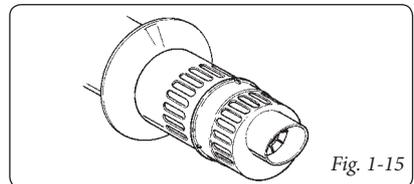

Fig. 1-15
- Griglia esterna (Fig. 1-15). Il terminale di aspirazione/scarico Ø 60/100, se correttamente installato, si presenta all'esterno dell'edificio in modo gradevole. Assicurarsi che il rosone in silicone di tamponamento esterno sia correttamente a battuta al muro esterno.